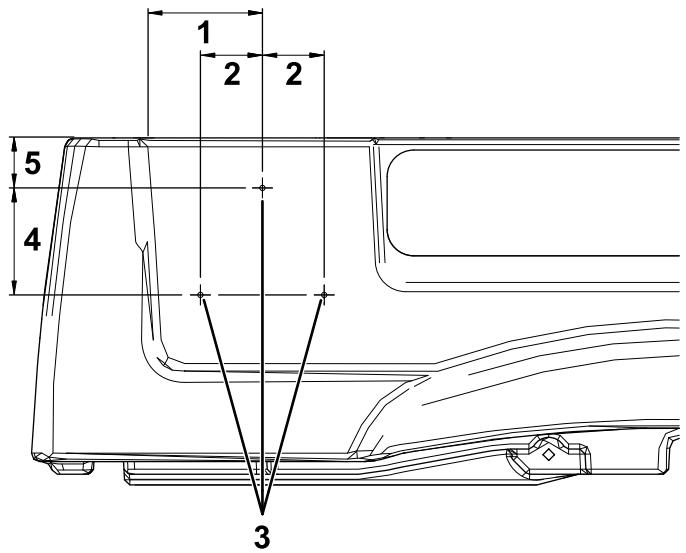

図 15
1. 荷台の左側で、モールドの右端から136 mm の位置と、荷台の上端から60 mm の位置にマークインする図15。
2. ステップ1で付けたマークから下へ128 mm の位置と、左右それぞれ74 mm の位置にマークインする図15。
3. マークを打った場所3ヶ所に直径5 mm の穴を開ける図15。